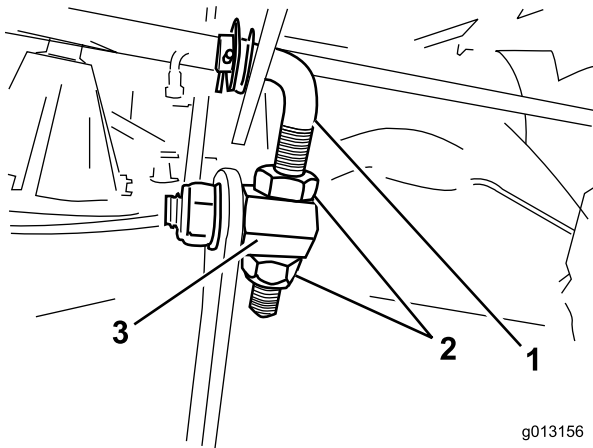
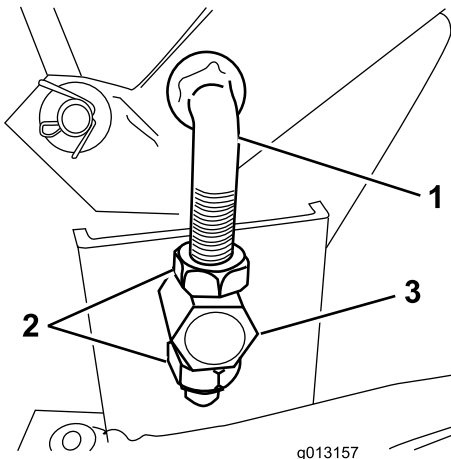

Bild 44
Bild 45
- Lösen Sie die Muttern an den verstellbaren Lenkern vorne und hinten (an der rechten Seite des Mähwerks), damit sich die Lenker ungehindert durch die Drehzapfen bewegen können (Bild 44 und Bild 45).